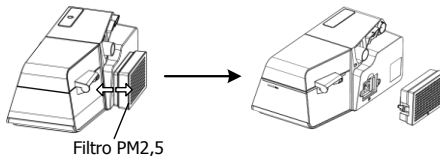

Fig. 18-6
(3) Cambie el filtro de aire y la tapa del filtro al filtro PM2,5, como se muestra en la Fig. 18-6.